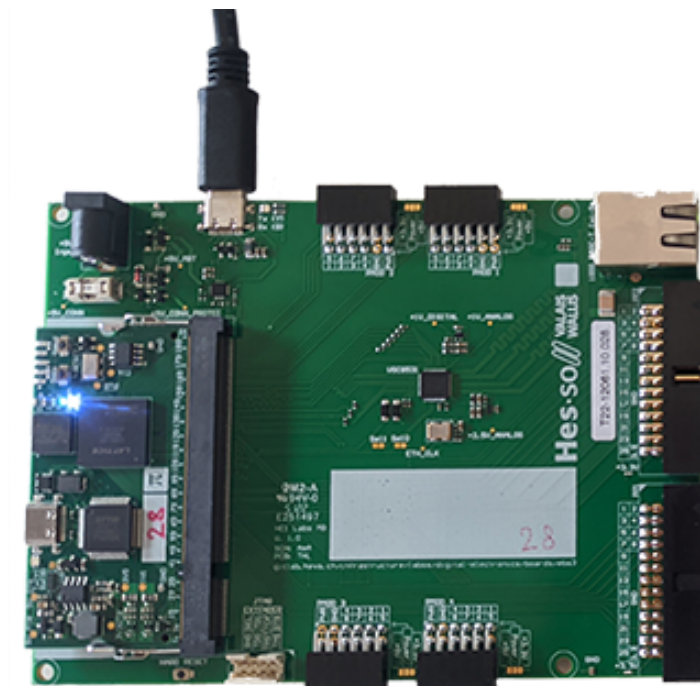

Abbildung 13: EBS3 FPGA Platine [2]
- Ein Entwicklungsboard FPGA, siehe Abbildung 13.